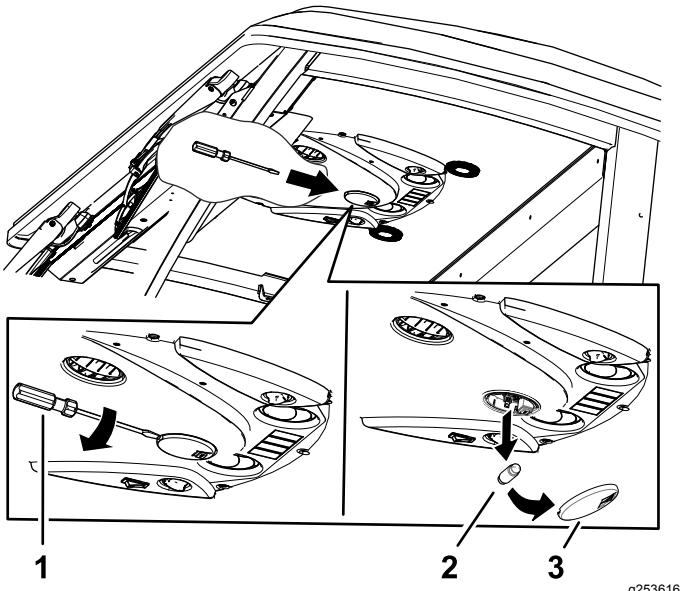

Bild 118
1. Verwenden Sie einen Schraubendreher, um die Lichtscheibe vom Bedienfeld zu entfernen (Bild 118).
- 2. Entfernen Sie das Leuchtmittel aus der Fassung (Bild 118).